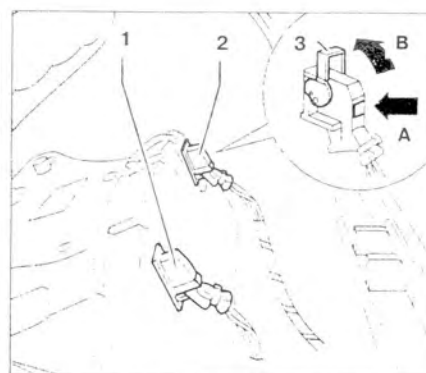

Рис. 9.22. Отсоедините разъемы 1 и 2, нажав на крепежные ушки (стрелка А), и переместите фиксатор 3 вверх (стрелка В).
11. Отсоедините разъемы 1 и 2, нажав на крепежные ушки (стрелка А), и переместите фиксатор 3 вверх (стрелка В) (рис. 9.22).